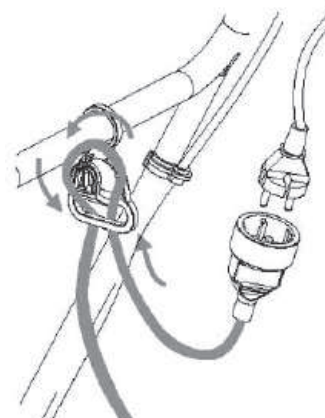

рис.3
- Подключите удлинитель к вилке шнура питания. Закрепите удлинитель на верхней части рулевого управления, как показано на рис. 3. (удлинитель в комплект поставки не входит и приобретается отдельно).